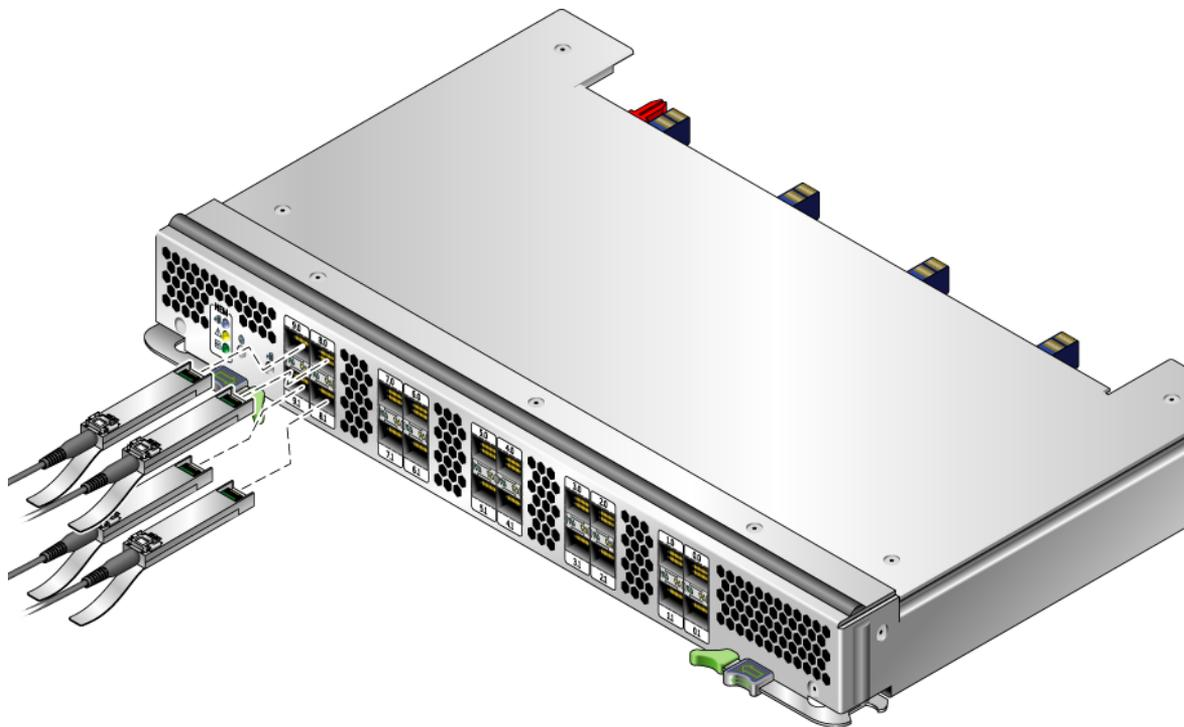

図 2-3 光ケーブルの接続
1. 各光ファイバケーブルを NEM の LC コネクタに接続します (図 2-3 を参照)。